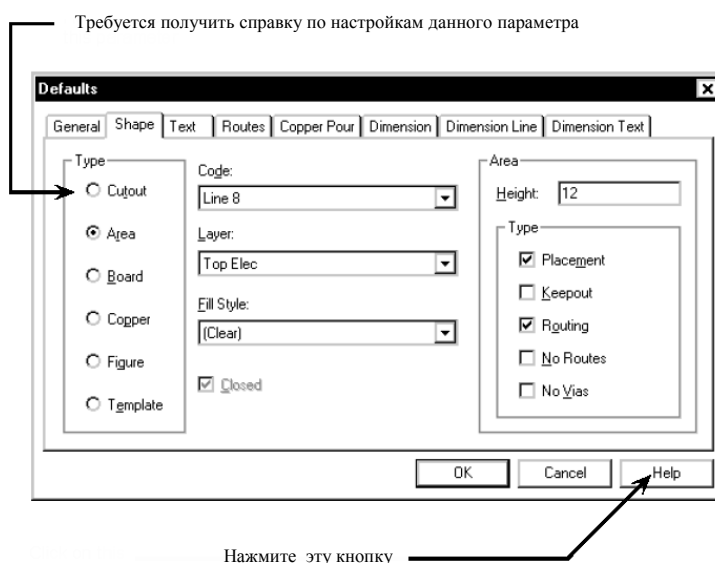

Рис. 7. Вызов контекстно-зависимой справки.
3. Выполним щелчок левой кнопкой мыши на кнопке Help (рис. 7).